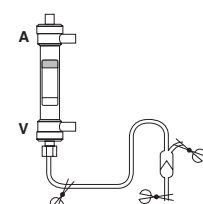

Fig.2/Abb.2/Εικ.2
- 4) Sluit de veneuze slang aan op de veneuze poort van de dialysator. (Fig. 2)